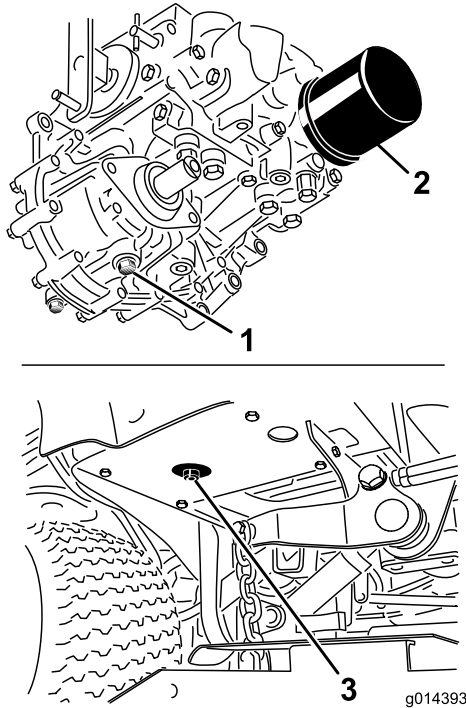

Figura 77
3. Coloque un recipiente grande debajo del depósito de fluido hidráulico y el alojamiento de la transmisión y retire los tapones; deje que se vacíe todo el fluido hidráulico (Figura 77).
4. Limpie la zona alrededor del filtro de fluido hidráulico y retire el filtro (Figura 77).